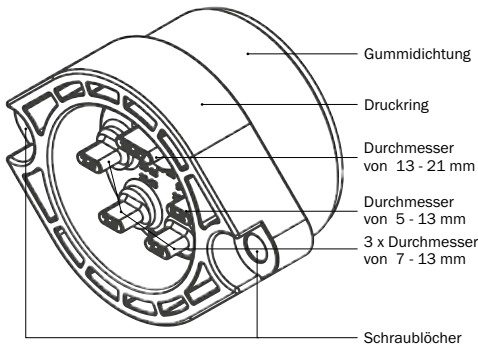

Abbildung 12.2: KRASO® BKP - Wand - Dichteinsatz - Telekommunikation - Blindstopfen mit Durchmessern
- Entfernen Sie die Blindstopfen des **KRASO® BKP - Wand - Dichteinsatzes - Telekommunikation** - entsprechend der ermittelten Durchmesser (s. Abbildung 12.2).